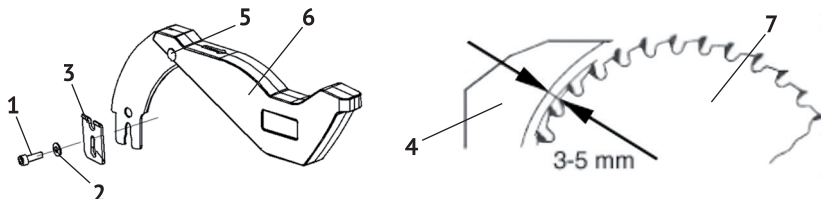

рис.3
Расклинивающий нож разъединяет распиленные части заготовки, предотвращая зажим пильного диска. После установки высоты пильного диска (см. П.3.7.1), необходимо закрепить на кронштейне, который расположен между неподвижными кожухами, расклинивающий нож (см. рис.3):
- закрепить винтами (рис.3 поз.1) на кронштейне (рис.3 поз.3) расклинивающий нож (рис.3 поз.4) так, чтобы он находился в одной плоскости с пильным диском (рис.3 поз.7) и на расстоянии 3 -5 мм, как показано на рис.3;
- совместив крепёжные отверстия кожуха (рис.3 поз.6) и расклинивающего ножа (рис.3 поз.4), соединить их винтом (рис.3 поз.5) и закрепить гайкой. Крепление не должно быть жёстким. Кожух должен иметь возможность вращения вокруг оси крепления, чтобы фиксироваться в выбранном положении относительно диска, в зависимости от толщины заготовки.